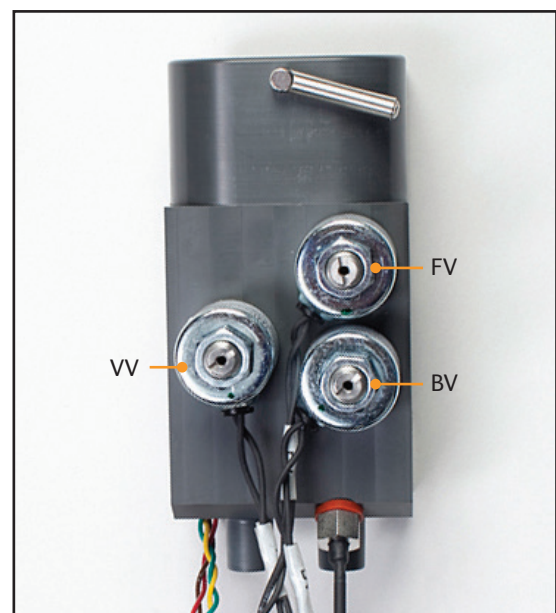

Fig. 8-62 Distribuitorul, cu indicarea pozițiilor celor 3 solenoizi (pasul 8)
8. Când reinstalați cablajul distribuitorului, rețineți că există etichete pe cablaj care identifică solenoizii (FV, BV, VV). Dacă solenoizii nu sunt în poziția corectă așa cum este indicat, dispozitivul nu va funcționa corect (Fig. 8-62).